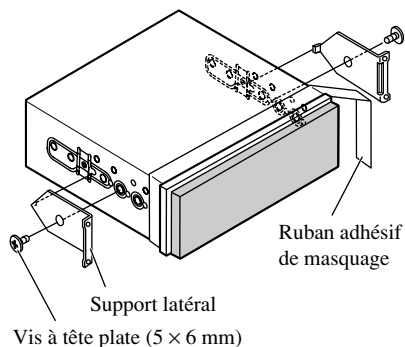

Fig. 14
1. Décidez où placer les supports latéraux. (Fig. 14)